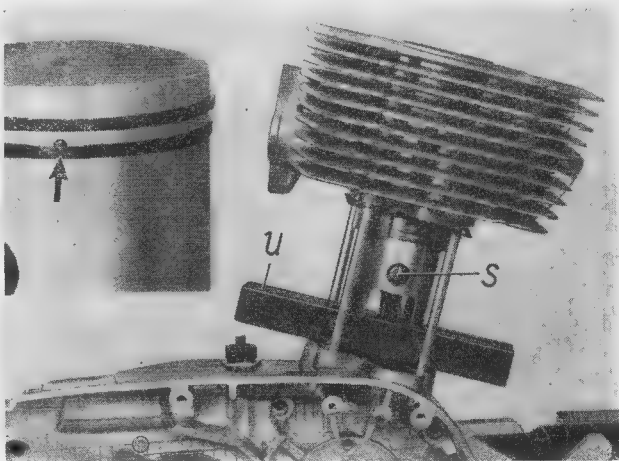

Bild 191. Aufsetzen des Zylinders
Die Kolbenringe so drehen, daß die Arretierstifte zwischen den Ringstößen liegen (Bild 191, Pfeil links oben), sonst klemmen die Kolbenringe im Zylinder und gehen dadurch beim Aufschieben des Zylinders zu Bruch. Jetzt den in der Zylinderlaufbuchse leicht geölten Zylinder über den Kolben schieben. Die Kolbenunterlage (U) 22-50.412 stützt den Kolben ab. Sie wird entfernt, sobald der Zylinder den Kolben voll bedeckt. Danach den Zylinder vollständig aufschieben.